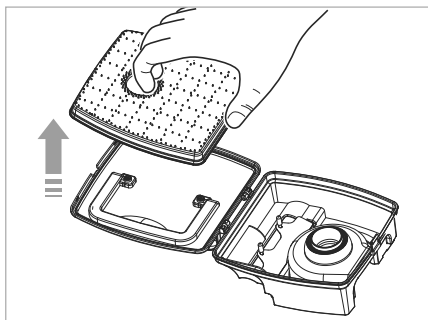

Fig. 10
- 3) Estrarre il filtro EPA **9** dal coperchio del contenitore della polvere **14** (vedere fig. 10).